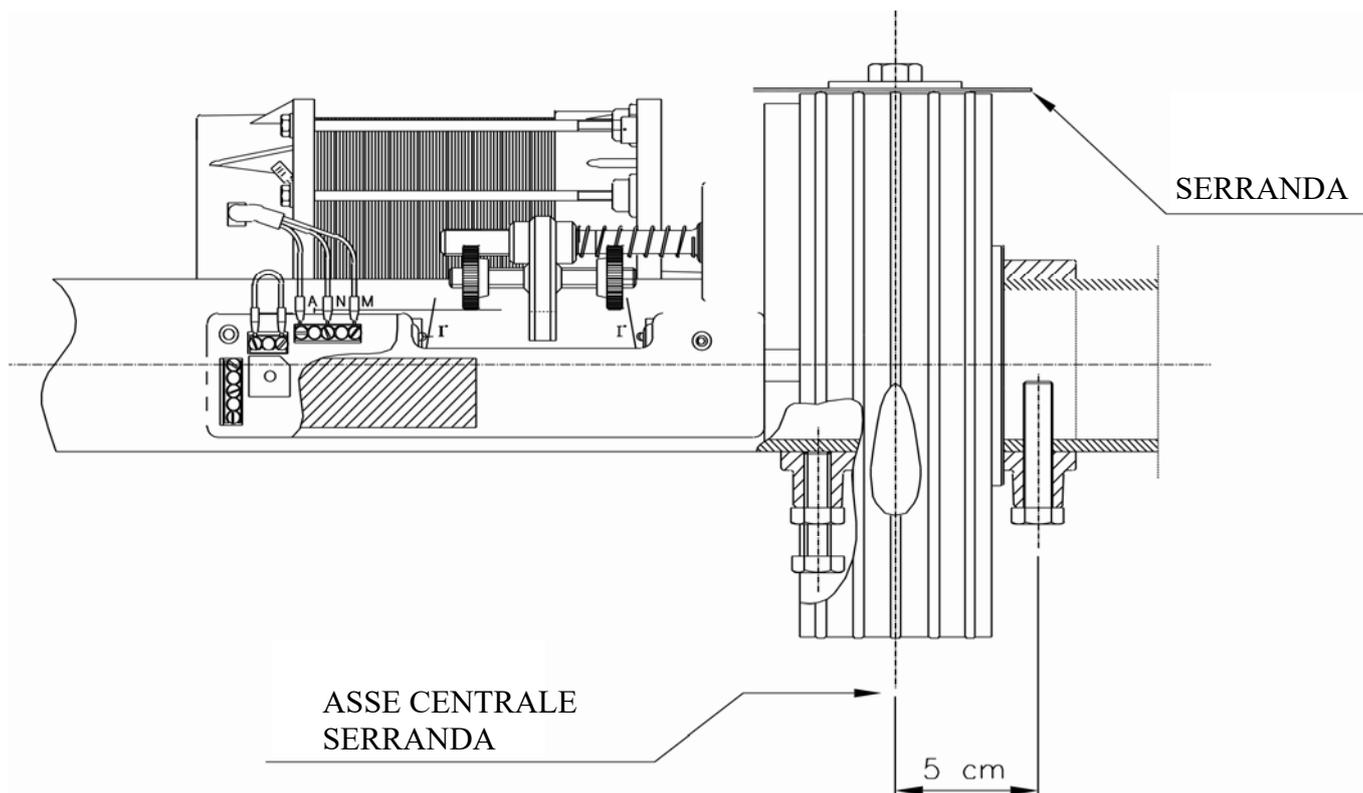

FIG. 1
- 1)** Praticare un foro del diametro di 10 mm a 5 cm dal centro dell'asse della serranda (vedere **FIG. 1**).
- 13)** Serrare a mano il motoriduttore per 1-1½ giri portando la ghiera di finecorsa verso il microswitch 1 (in basso) come nella fig. 1 (deve ruotare agevolmente).
- 19)** Se è necessario installare la serranda nel verso opposto a quello illustrato in **FIG. 1**, i punti precedenti devono essere eseguiti scambiando i ruoli dei due microswitch, poiché il microswitch 2 arresta la discesa e il microswitch 1 arresta il sollevamento.